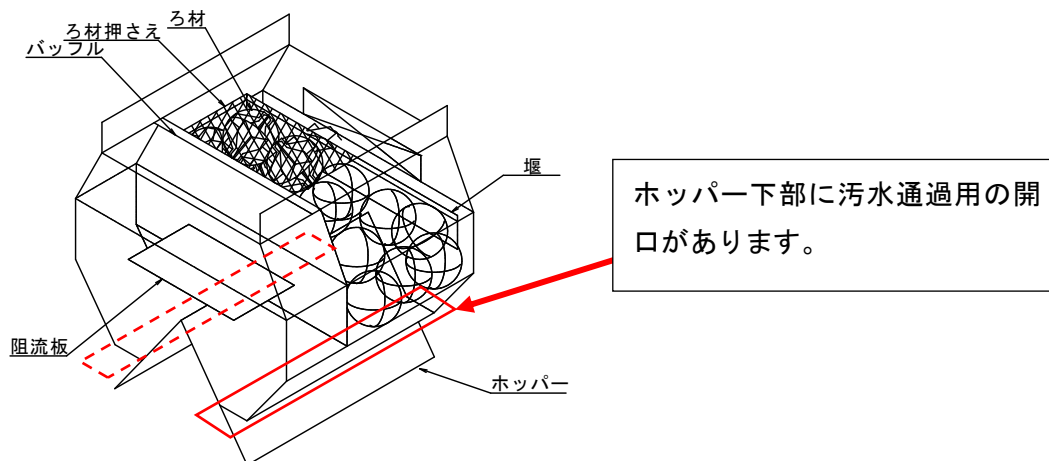
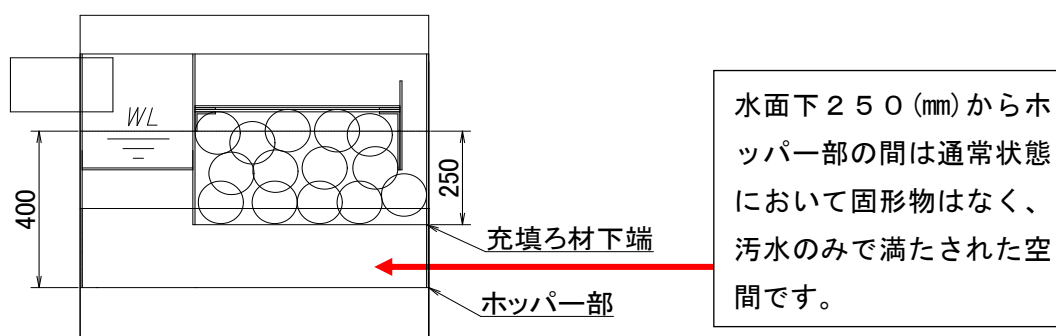

図 3-5 固液分離部概略図
図 3-7 固液分離部断面図
- ①棒状のもので水面下ろ材下ホッパー部（水面下400mm以下）をまんべんなく軽く突いて夾雑物の有無を確認してください。（図3-5～図3-7参照）
- ※ 堆積がなければホッパー部より下に容易に棒が突き抜けますが、抵抗を感じる場合、夾雑物が堆積しています。夾雑物の堆積が確認された場合は②以下に、夾雑物の堆積がなかった場合は③以下に従ってください。